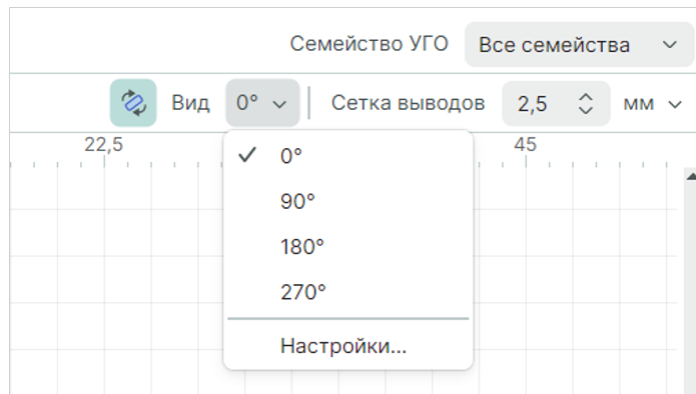

Рис. 182 Настройка типов отображения УГО
5. Раскройте выпадающий список «Вид» и выберите тип отображения представления УГО, Рис. 182.